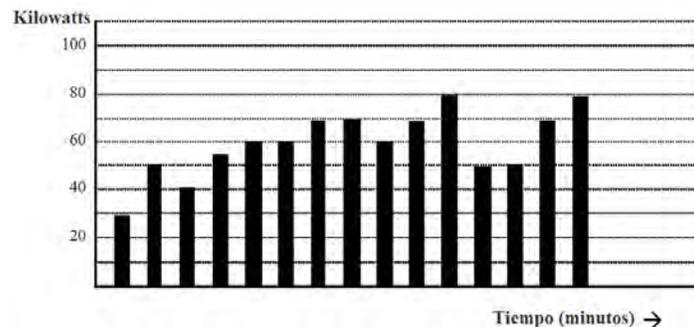

Figura 1.7: Uso de Potencia en el Tiempo
- La figura 1.7 muestra un gráfica de la potencia y de la energía resultante que sería transmitida como resultado de los valores ilustrados de la potencia. Para esta ilustración, se asume que el nivel de la potencia es mantenida constante para cada minuto cuando una medición es tomada. Cada barra en la gráfica representaría la potencia de la carga para el incremento de tiempo de un minuto. En la vida real el valor de la potencia se mueve casi constantemente.
Como en la tabla 1.2, la energía acumulada para el perfil de la potencia de la carga de la figura 1.7 es 14.92 kWh.
- La demanda es también un valor basado en el tiempo. La demanda es el promedio de la energía usada en un cierto tiempo. La etiqueta actual para la demanda es kilo watt-horas/hora pero esto normalmente es reducido a kiloWatts. Esto hace fácil confundir la demanda con potencia. Pero la demanda no es un valor instantáneo. Para calcular la demanda es necesario acumular las lecturas de energía (según lo ilustrado en la figura 1.7) y ajustar las lecturas de energía a un valor horario que constituya la demanda.